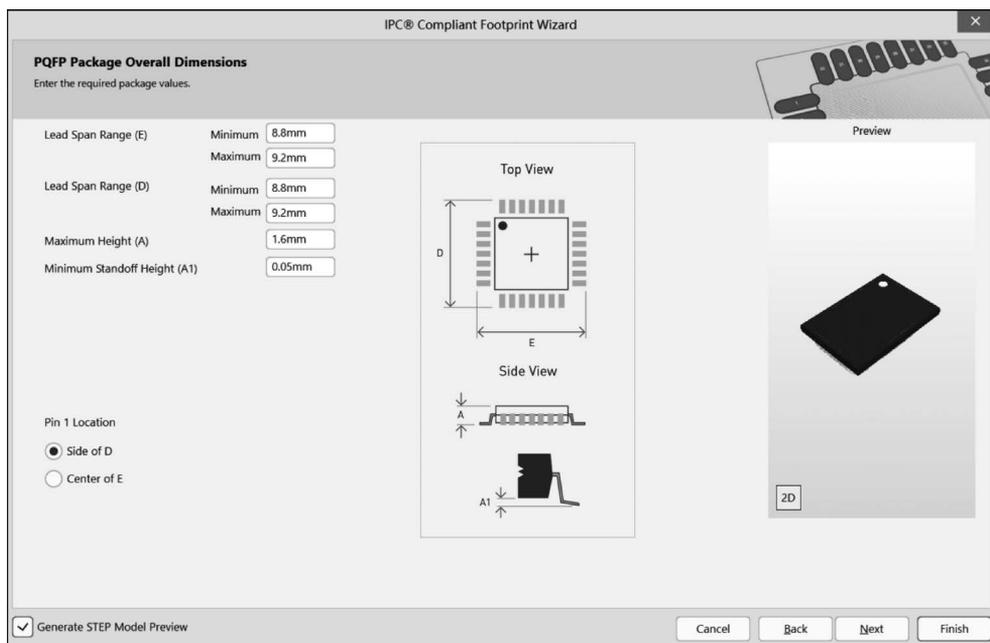

图 3-56 封装外形参数设置
(3) 单击 Next 按钮进入封装外形尺寸设计,按照图 3-53 中指示和表 3-4 中的数据依次填写,如图 3-56 所示。